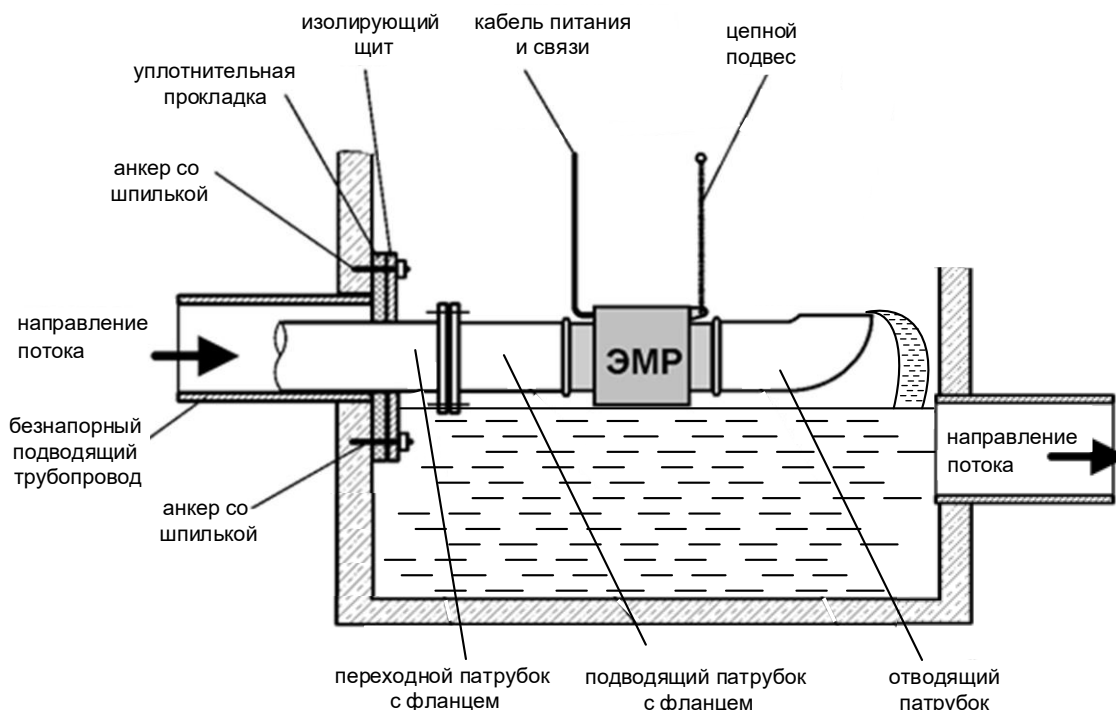

Рис.9. Монтаж расходомера с использованием изолирующего щита.
3.4.3.1. Расходомеры с фланцеванными подводами и изливами используются для установки в безнапорные трубопроводы. Монтаж выполняется с использованием комплекта монтажных частей №2 (см. рис.А.3 Приложения А) и может выполняться, например, в трубопровод большего диаметра, на торце которого установлен изолирующий щит с фланцеванным патрубком с DN, равным DN расходомера (см. рис.9).